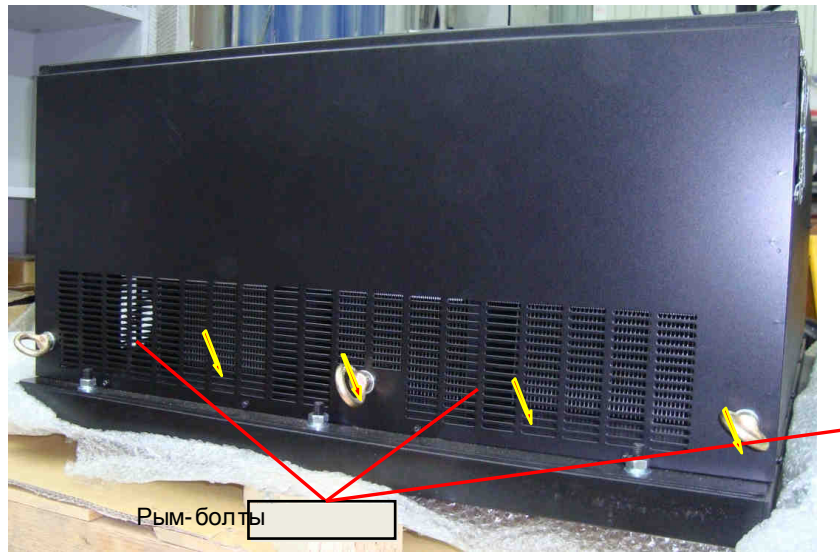

Рис. 6.16.
6.10.1 Выкрутить 25 винтов крепления кожуха по периметру и 3 рым-болта (рис. 6.16), снять кожух (рис. 6.17а, б). Положить винты (25 шт.) и рым-болты в тару.